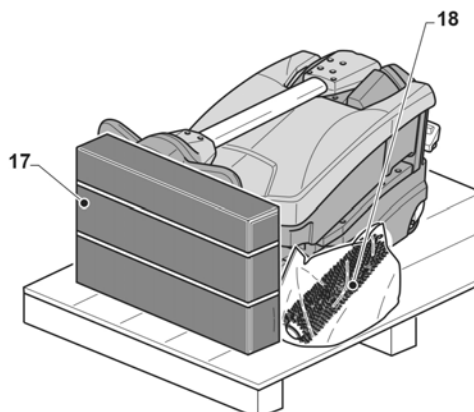

Abb. 3: Transport
- Entfernen Sie die Schachtel (Pos. 17, Abb. 3) mit dem dazugehörigen Zubehör und die Tüte (Pos. 18, Abb. 3), in der sich die Bürste befindet.